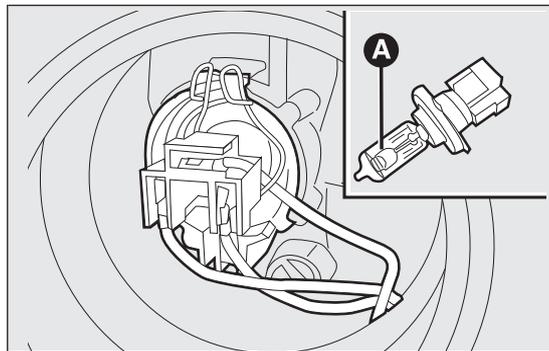

fig. 136
- extraire l'ampoule A fig. 136 du connecteur B et la remplacer ;